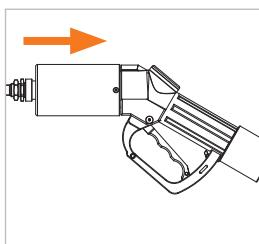

Figure 21
- ▶ Décrochez le nozzle de ravitaillement du distributeur. Le levier de commande (pos. 7) doit être en position OFF.
- ▶ Insérez le réceptacle de service WEH® sur le nozzle de ravitaillement jusqu'en butée et maintenez le nozzle dans cette position (position OFF) (*Figure 21*).